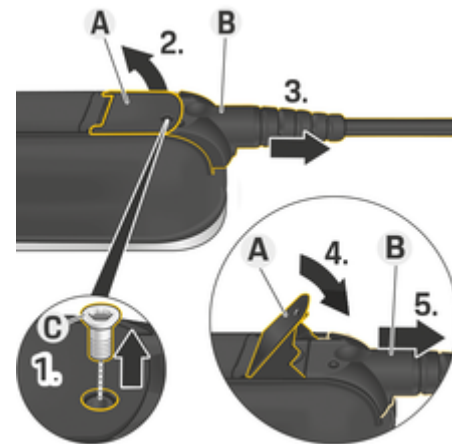

Fig. 235: Løsne kabelen
1. Løsne skruen **C** (Fig. 235) med et egnet verktøy.
2. Løft spaken **A** (Fig. 235).
3. Trekk ut pluggen **B** (Fig. 235) til du kjenner motstand.
4. Lukk spaken **A** (Fig. 235).
5. Trekk pluggen **B** (Fig. 235) helt ut.